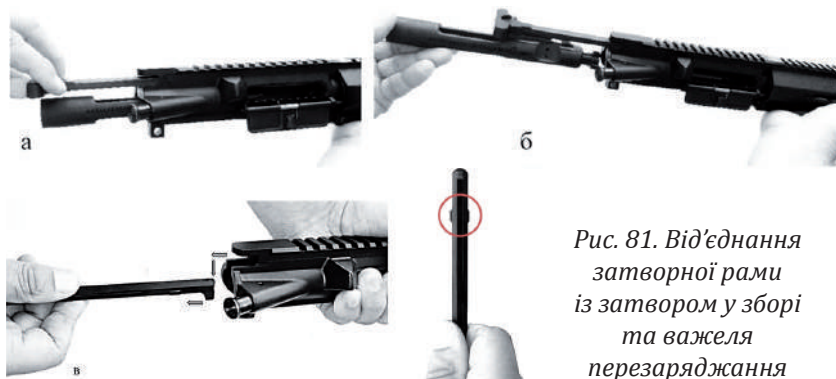

Рис. 81. Від'єднання затворної рами із затвором у зборі та важеля перезарядження
3. Від'єднати затворну раму із затвором у зборі. Тримавши раму верхню однією рукою, другою взятись за важіль перезарядження і відтягнути його назад (рис. 81а). Витягнути затворну раму в зборі із затвором (рис. 81б), після чого витягнути важіль перезарядження, вивівши його із направляючих пазів (рис. 81в).